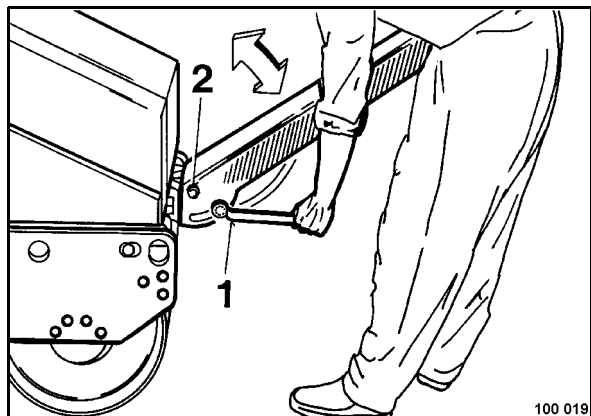

Рис. 14
- Ослабить винт с шестигранной головкой 2 (Рис. 14) справа и слева.
- Ослабить винты с шестигранной головкой (1) справа и слева только так, чтобы можно было отрегулировать дышло по рабочей высоте.